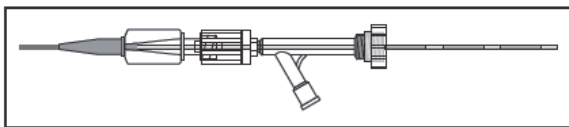

図4: フルオロセーバーマーカ
- (1) デリバリーワイヤの手元部にねじれや異常がないことを点検する。異常が認められた場合は新しい製品と交換する。
- (2) 2チップ・マイクロカテーテルのRHVを緩め、RHVからイントロデューサシースのテーパされた先端部を挿入し、2チップ・マイクロカテーテルのハブにシースをしっかりと収めると、イントロデューサシースが少したむむ。イントロデューサシースの周りのRHVを、コイルがカテーテル挿入時に破損しない程度に締め、血流の逆流を防ぐ。
- (3) デリバリーワイヤをスムーズに途切れない動作で進めて本品をカテーテル内に移動させる。この操作は2名で行うことが最適である。1人がRHVと2チップ・マイクロカテーテルのハブ内のイントロデューサシースをしっかりと固定し、もう1人がイントロデューサシースを真っ直ぐの状態を保持し、コイルを進める。
- (4) デリバリーワイヤの近位端がイントロデューサシースの近位端5cm (2inch) 以上手前のところまで挿入する。
- (5) デリバリーワイヤの柔軟な部分がカテーテルのシャフト内に入ったらRHVを緩め、イントロデューサシースをデリバリーワイヤの手元から引き抜く。コイルがシースと一緒に出てこないことを確認する。
- (6) その後、デリバリーワイヤ上のRHVを締める。コイルが留置、及び離脱されるまでは、イントロデューサシースを廃棄しないこと。
- (7) フラッシュ溶液が正常に注入されていることを目視で確認した後、持続的フラッシュに支障を来たさない程度にRHVを緩め、デリバリーワイヤを進める。
- (8) デリバリーワイヤのフルオロセーバーマーカの位置を確認しながら、コイルを進める。
- (9) デリバリーワイヤのフルオロセーバーマーカがRHVの手元側に接するまでマイクロカテーテル内でコイルを進めたことを、エックス線透視下で確認する（図4）。